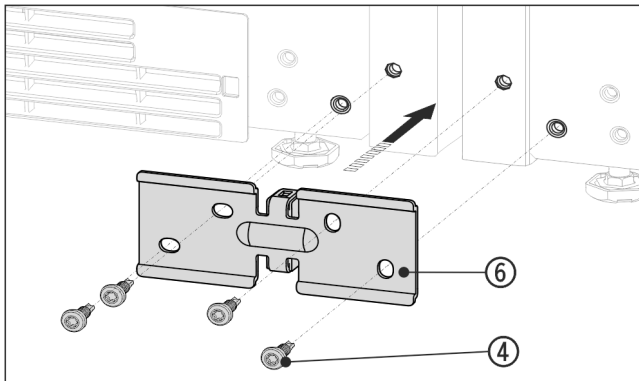

Fig. 14 Примерное отображение
- ▶ Надвиньте угол Fig. 14 (6) с помощью распорной детали между устройствами и слегка прикрутите 4 винтами Fig. 14 (4).